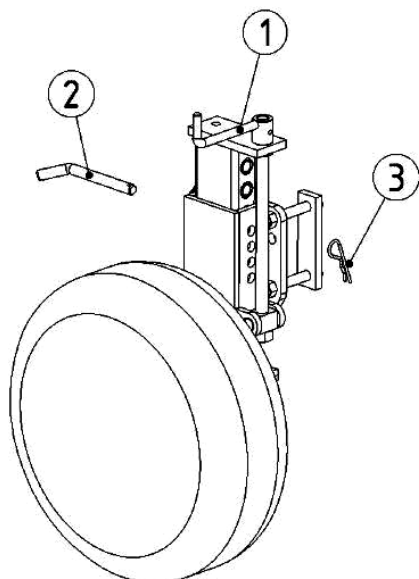

Рисунок 26.
Регулировка высоты установки боковых колес осуществляется при помощи винта (1) (рис. 26).